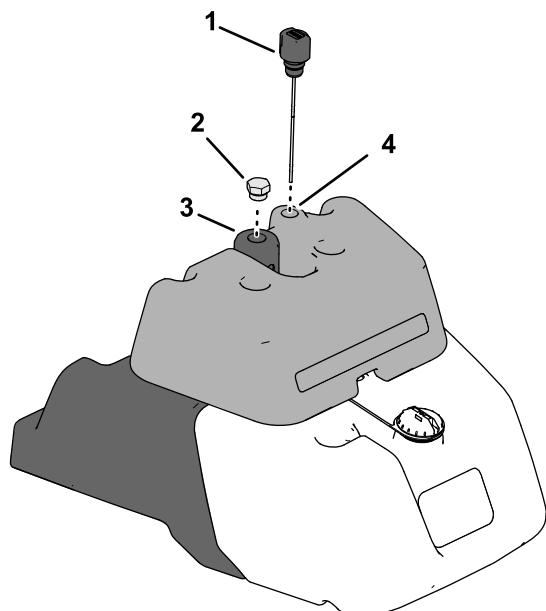

図 46
2. リークディテクタのタンク上部にある油圧オイル用ディップスティックで、油圧オイルの量を点検する 図 46。